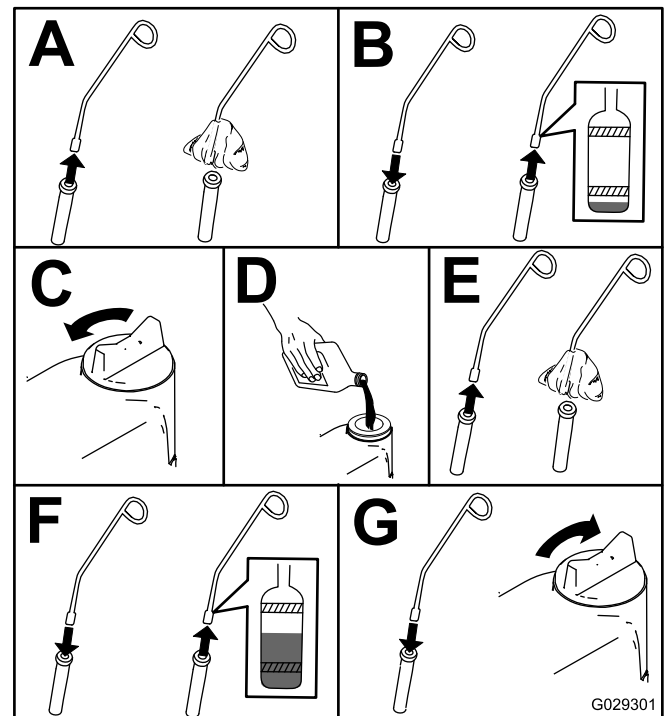

Figura 40
4. Compruebe el nivel de aceite del motor, tal y como se muestra en la Figura 40.